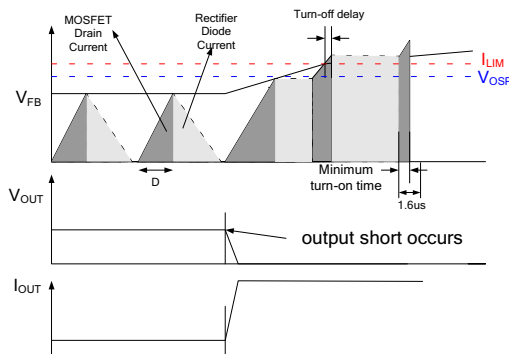

图 20. 输出短路波形 (OSP)
1.2 μs 时，FPS 视此情况为异常错误并关断 PWM 开关，直至 V_{CC} 再次达到 V_{START} 。异常情况输出如图 20 中所示。